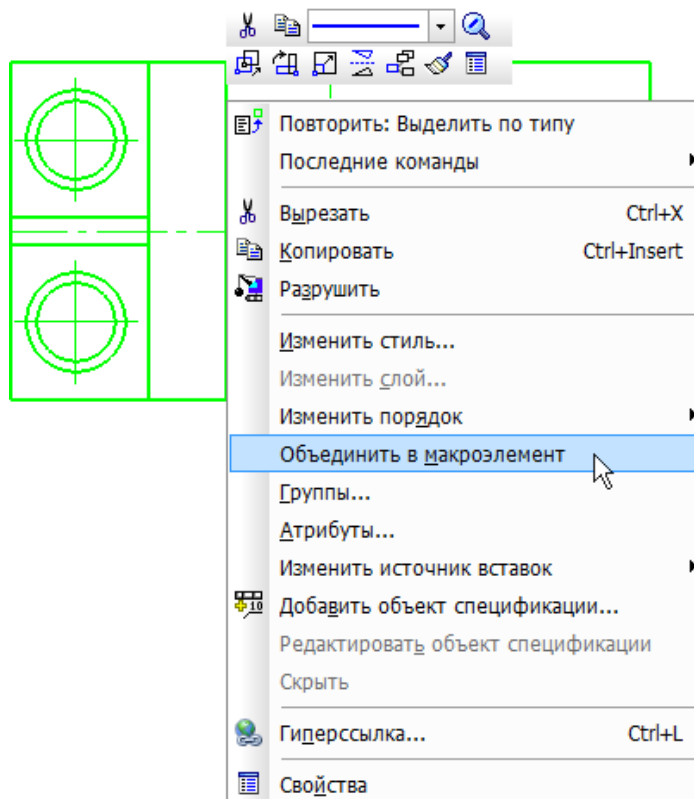

Рисунок 4.10 – Контекстное меню
**Контекстное меню** – состав команд, который зависит от совершаемого пользователем действия (рисунок 4.10). В нем находятся те команды, выполнение которых возможно в данный момент. Вызов Контекстного меню осуществляется щелчком правой кнопки мыши на выделенном объекте (на любой панели инструментов, на панели графики и на главном меню) на поле документа, элементе графического изображения или интерфейса системы в любой момент работы.